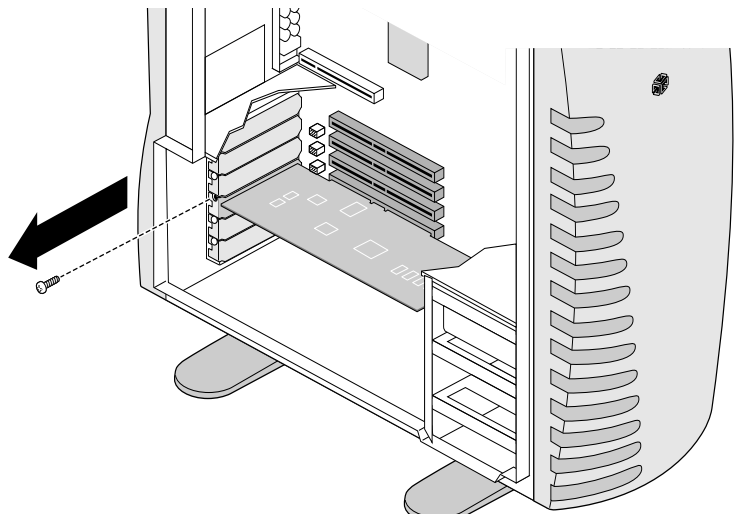

Figure 5-5 Retrait de la vis de fixation de la carte PCI
5. Utilisez un tournevis Phillips afin de retirer la vis de fixation de la carte PCI (voir Figure 5-5).